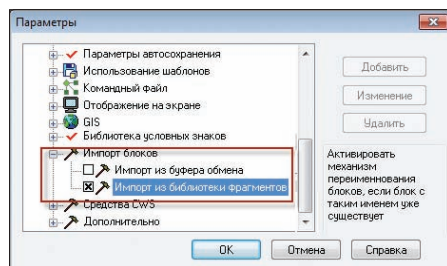

Рис. 25. Задание параметров импорта блоков
- исправлена ошибка вставки блоков из библиотеки фрагментов и из буфера обмена. В предыдущих версиях, если пользователь пытался добавить блок в документ, где уже существовал другой блок с таким же именем, Spotlight вставлял копию уже существующего блока. Теперь пользователь может выбирать, как должен поступать Spotlight: вставлять копию уже существующего блока или новый блок, заменяя при этом его имя на уникальное (GUID) (рис. 25);